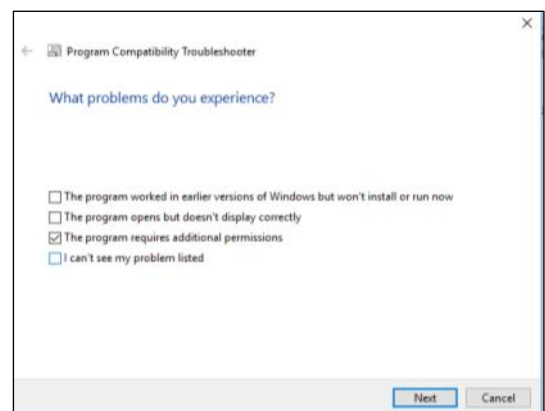

Abb. 2.11
- Wählen Sie **The program requires additional permissions** (Das Programm benötigt zusätzliche Berechtigungen) und klicken Sie auf Next (Weiter) (Abb. 2.11).